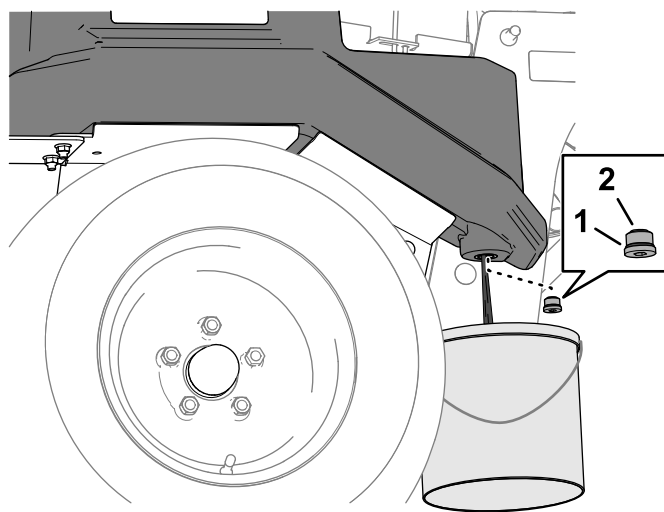

図 95
3. 油圧タンクの前側の角の下に大きな回収容器30 Lまたはそれ以上を置く 図 95。